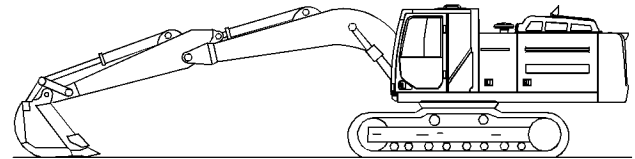

Fig. 387
2. Træk stickcylinderen helt ind. Sæt skovlbunden parallelt med jorden. Sænk bommen, så skovlen hviler på jorden. Se fig. 387 .